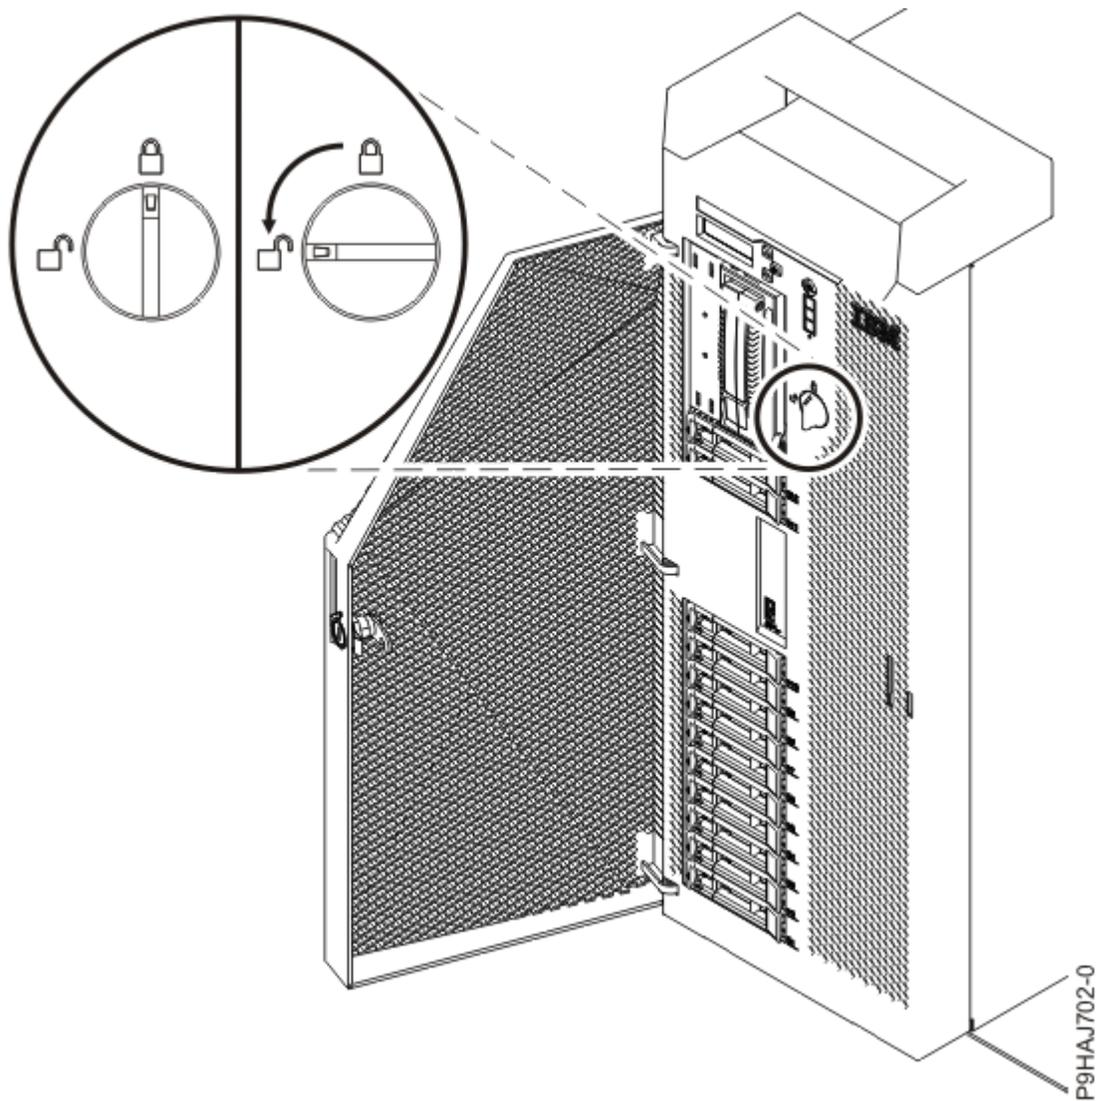

Figura 54. Apertura del pestillo de la cubierta frontal
- c) Gire el pestillo de la cubierta hacia la izquierda (en sentido contrario a las agujas del reloj) para desbloquear la cubierta, tal como se muestra en la Figura 54 en la página 59. En posición vertical está bloqueada, en posición horizontal está desbloqueada.